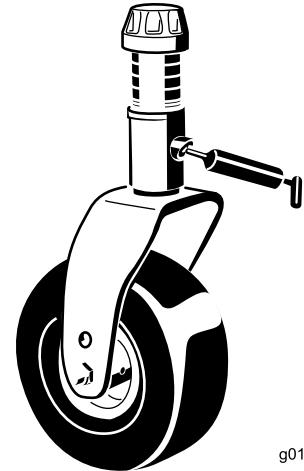

Рисунок 83
- Втулка вала вилки поворотного колеса (1 шт.) (Рисунок 83)